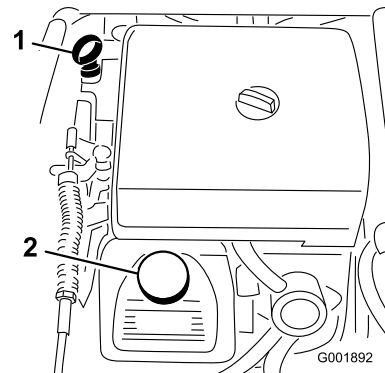

図 50
2. ディップスティックを抜き、ウェスで一度きれいに拭く (図 50)。ディップスティックを、チューブの根元までもう一度しっかりと差し込む。ディップスティックを引き抜いて油量を点検する。
3. オイルの量が不足している場合は、バルブ・カバーについている補給口のキャップ (図 50) を取り、ディップスティックの FULL マークまで補給する。補給するときは、ディップスティックで確認しながら少量ずつ入れる。入れすぎないように注意してください。
8. 所要量の約 80% のオイルを補給口から入れる (図 50)。